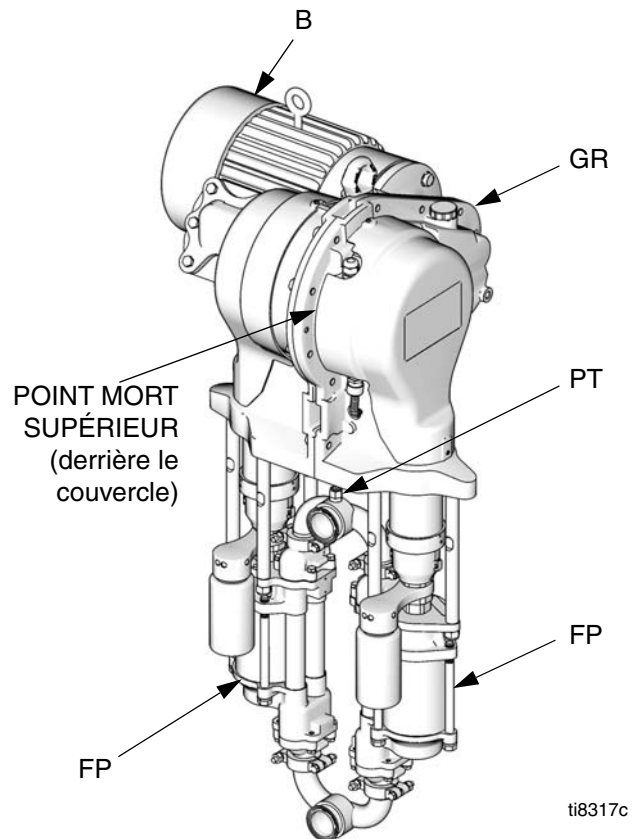
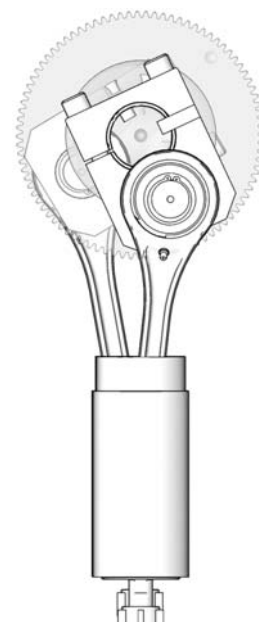

FIG. 1. Pompe de circulation électrique E-Flo
FIG. 2. Écorché illustrant les positions décalées de course
Un moteur électrique (B) alimente un démultiplicateur (GR) au rapport 75 :1 ; ce dernier entraîne deux pompes à produit (FP). Consultez la FIG. 1. Les positions de course des deux pompes sont décalées pour fournir un débit constant en provenance de l'ensemble de pompe. Consultez la FIG. 2.